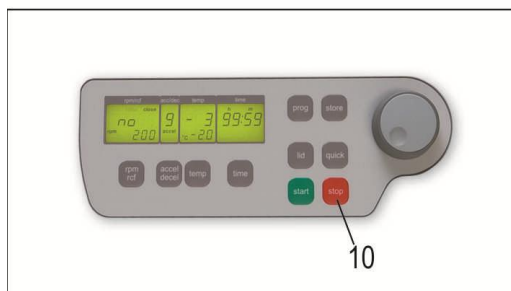

Abbildung 29
Mit der „stop“ Taste (10) (siehe Abbildung 29) kann ein Lauf jederzeit unterbrochen werden. Nach betätigen der Taste wird die Zentrifuge mit der jeweiligen vorgewählten Bremsintensität bis zum Stillstand abgebremst.